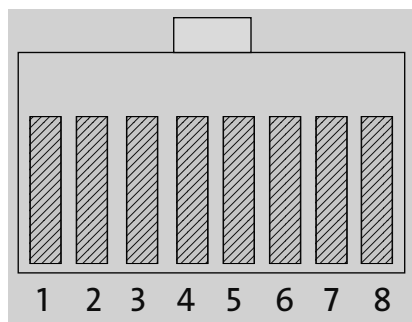
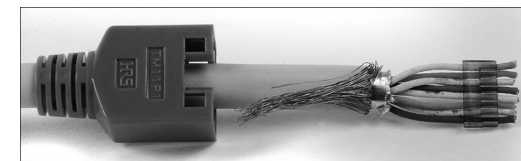

Abbildung 2.6 Belegung RJ45-Stecker, Ansicht von vorn mit oben liegender Rastnase
Abbildung 2.19 Zusammendrehende Abschirmung, Adern durch Kammlatte gesteckt
An allen Kabeln kommt der achtpolige *Western-Stecker*, Typ RJ45, zum Einsatz. Die Kontakte sind durchnummeriert (Abbildung 2.6).
6. Ordnen Sie die Adern gemäß Tabelle 2.3 bis Tabelle 2.5 sowie Abbildung 2.6 an, und stecken Sie deren Enden durch die Kammlatte (Abbildung 2.19).
- ▶ Verwenden Sie ein Patchkabel, und schneiden Sie einen Stecker ab. Kämmen Sie die Adern aus, isolieren Sie die Enden knapp ab, und schieben Sie eine Kammplatte (siehe RJ45-Stecker, Abbildung 2.19 und Abschnitt 2.1.7, »Montage von RJ45-Steckern«) über die Adernenden, sodass kein Kurzschluss möglich ist. Diese freien Enden berühren Sie mit der Spitze des Tastkopfes.